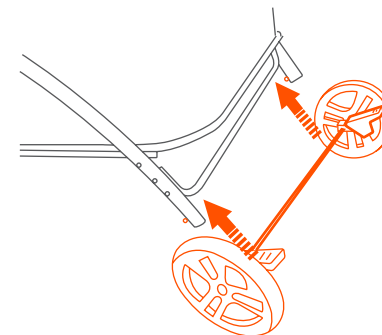

Fig. 4g
Insert the rear wheel assembly into the frame bushing from the rear side (Fig 4g).
- **¡Importante!** siempre consulte el paso 3 y complete (Fig. 4a a la Fig. 4f) antes de continuar. Introduzca el montaje de la rueda trasera en el casquillo del armazón desde la parte trasera (Fig 4g).
- **Important!** toujours se référer à l'étape 3 et terminer (fig. 4a à fig. 4f) avant de procéder. Insérer l'assemblage de la roue arrière dans la douille du cadre à partir de l'arrière (Fig 4g).